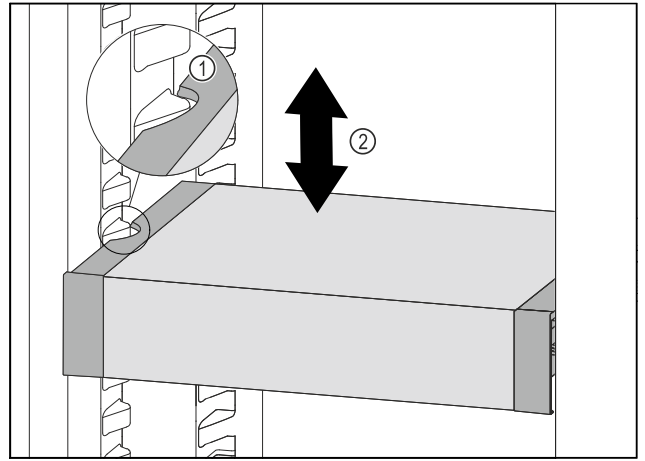

Fig. 75
- ▶ Потягнути VarioSafe вперед, поки бокові заглиблення VarioSafe не опиняться на рівні ребра для резервуара в охолоджувальному відділенні. Fig. 75 (1)
- ▶ Пересувайте VarioSafe вгору або вниз в охолоджувальному відділенні до тих пір, поки не досягнете бажаної висоти. Fig. 75 (2)